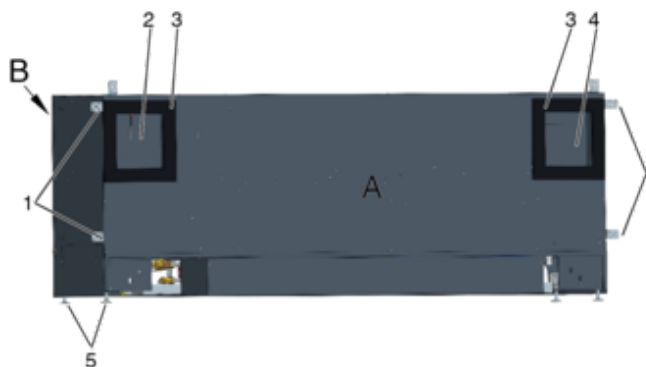

Abb. 4: Geräteaufstellung
- ▶ Lüftungsgerät mit der Fassadenseite (Abb. 4 /A) an die Fassade stellen. Die Luftöffnungen (Abb. 4 /2 und Abb. 4 /4) müssen dabei mit den Öffnungen in der Fassade übereinstimmen, ggf. mit Justierfüßen justieren.
- ▶ Justierfüße (Abb. 4 /5) justieren und kontern.
4. ▶ An den Stirnseiten des Gerätes die vier Kreuzschlitzschrauben (Abb. 4 /1) lösen und den Luftführungsstutzen (Abb. 4 /2) auf den Boden absenken. Anschließend die Schrauben wieder anziehen.